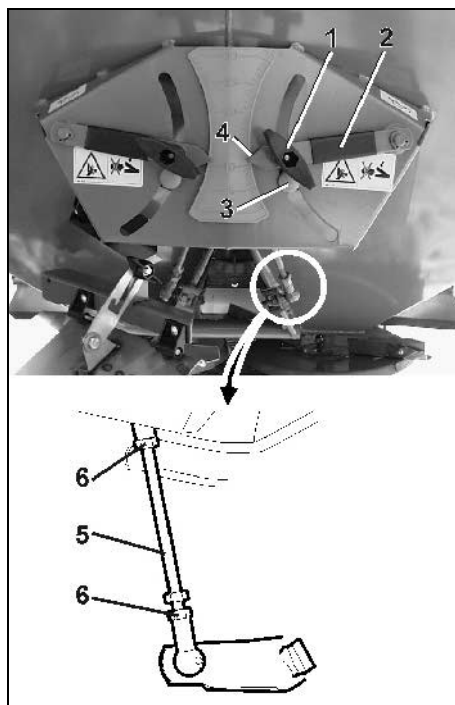

Fig. 64
- är vingmuttern lossats (Fig. 64/1) åste inställningsspaken (Fig. 64/2) ligga an mot anslaget (Fig. 64/3) I detta läget ska avläsningskanten (Fig. 64/4) tå mittför skal-värde "11".
Om så inte är fallet ska anslagets (Fig. 64/3) läge förändras genom att staget (Fig. 64/5) justeras:
- Lossa kontramuttern (Fig. 64/6) på staget (Fig. 64/5).
- Justera på staget tills anslaget (Fig. 64/3) för inställningsspaken (Fig. 64/2) ligger an.